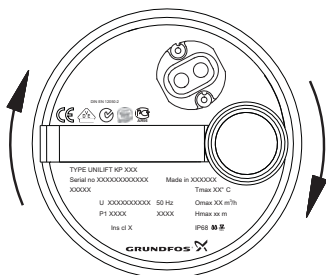

Fig. 9 Rotationsriktning
3. Observera pumpen när den startar. Om pumpen rycker till medurs (se fig. 9) är motorns rotationsriktning korrekt. Om motorn rycker till moturs ska två faser i spänningsmatningen byta plats.